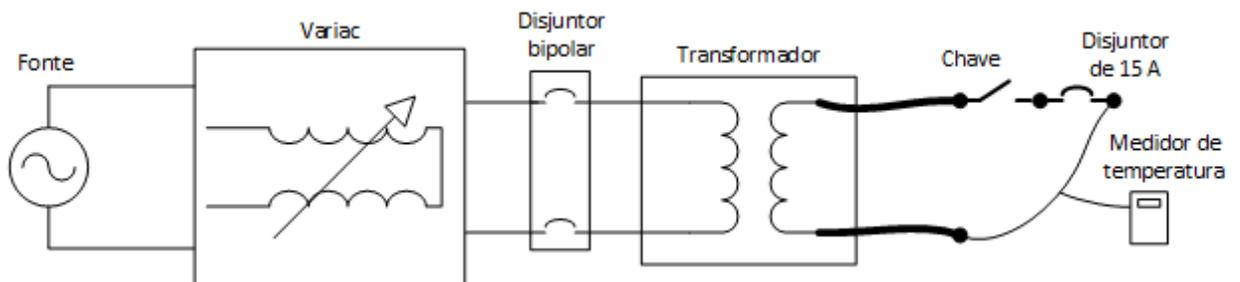

Figura 5 - Montagem para verificação da coordenação da proteção
4.1. Substituir o contador de ciclos pelo fio de 1,5 mm² (juntamente com o medidor de temperatura) em série com o disjuntor de 15 A, conforme figura 5, e impor corrente de 50 A. Verificar se o disjuntor abre antes ou depois da temperatura do condutor alcançar 70°C.